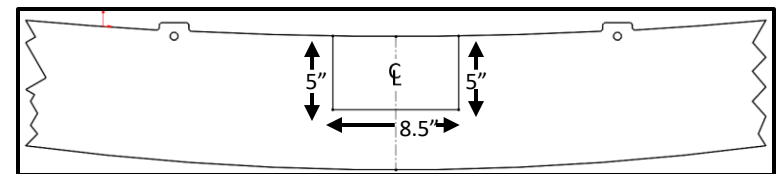

Figure 6
7. Sur les modèles 2013 et antérieurs, le découpage du carénage est nécessaire. Obtenir l'approbation du propriétaire du véhicule avant le découpage. Utiliser un couteau universel pour découper le carénage. Repérer le centre inférieur du carénage, tracer une découpe de 4,25 po de large de chaque côté x 5 po de hauteur (au total 8,5 po de large x 5 po de haut) (Voir **Figure 6**).